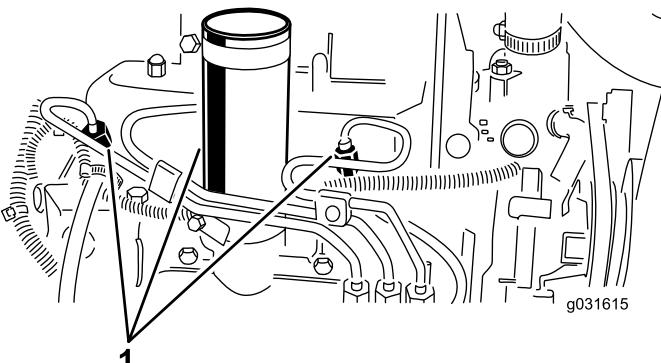

図 53
1. 燃料噴射ポンプの No.1インジェクタノズル図 53へのパイプ接続部をゆるめる。